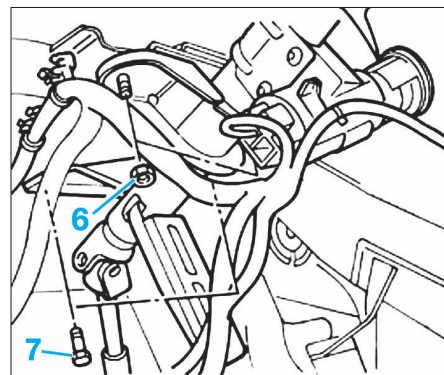

FIG. 7
- Déposer les écrous (6) et vis (7) de fixation de la colonne de direction (Fig.7).